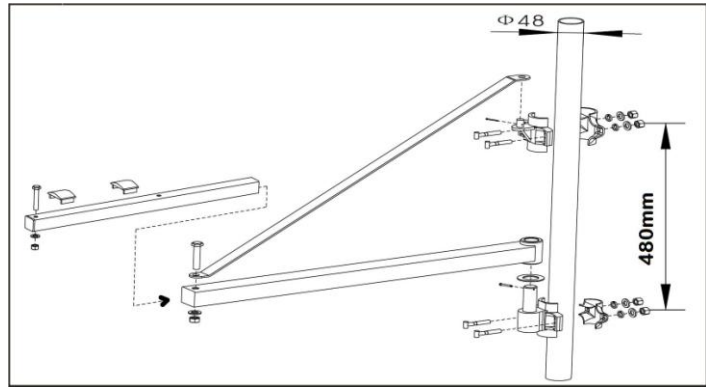

Fig.3
- 2) Installare la barra aggiuntiva di estensione, come illustrato nella Fig.3.